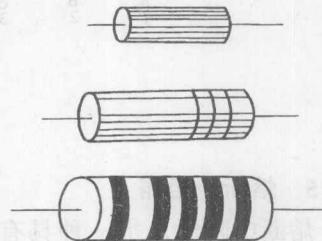

图 1-7 有机实心电阻器外形
6. 有机实心电阻器 有机实心电阻器是由颗粒状导电物（炭黑、石墨等）、填充物（云母粉、石英粉、玻璃粉、二氧化钛等）和有机粘合剂（如酚醛树脂等）等材料混合并热压成形后，再装入塑料外壳内制成的，其外形见图 1-7 所示。